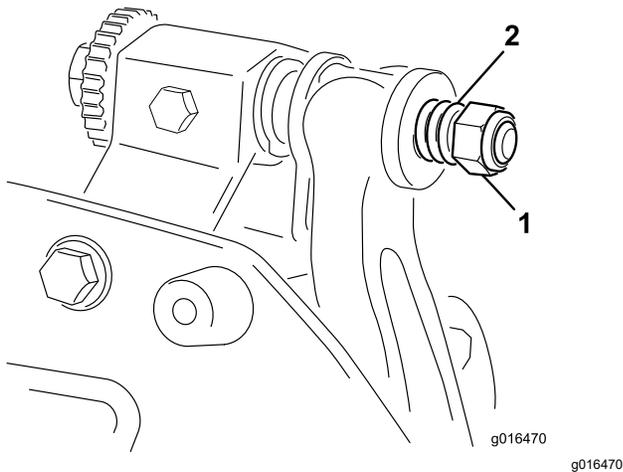

Figure 21
6. Serrez l'écrou de tension du ressort jusqu'à ce que les spires soient jointives, puis desserrez-le de 1/2 tour (Figure 21).